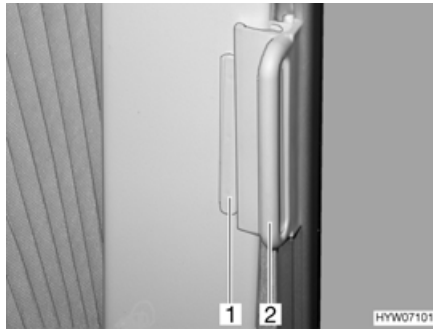

Fig. 101 Tendina oscurante pieghevole, finestra della cabina guida
- Afferrare l'impugnatura (Fig. 101,2) delle tendine oscuranti pieghevoli e chiudere tirando con prudenza finché il fermo magnetico non blocca la tendina oscurante pieghevole.
- Spingere l'impugnatura (Fig. 101,2) fino al sopralzo (Fig. 101,1). La tendina oscurante pieghevole è ora bloccata.